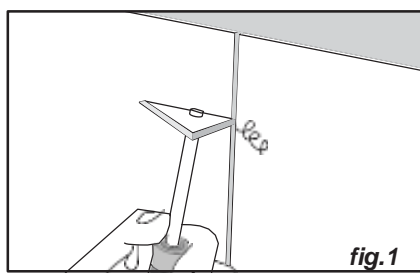

fig. 1
- Aplicar uma tira de fita adesiva para proteger cada lado da junta (fig.1).